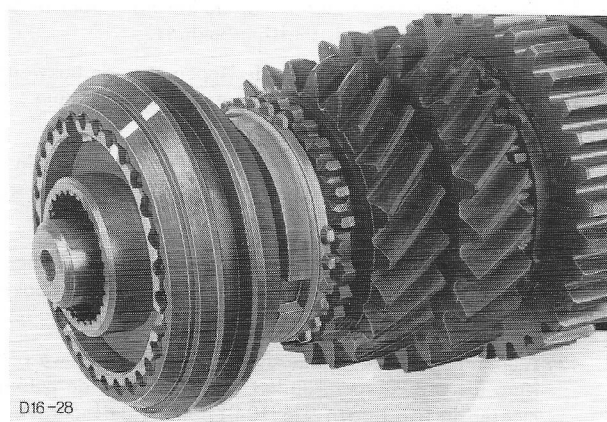

Fig.101 Synchranaaf met brede kraag naar achteren gekeerd.
32. Plaats de synchroniseerring op de conus van het 3e versnellingsstandwiel en schuif hem, tezamen met de synchro voor de 3e/4e versnelling (met de brede borst naar achteren gekeerd (fig.101)) op de as. Monteer de borgveer.